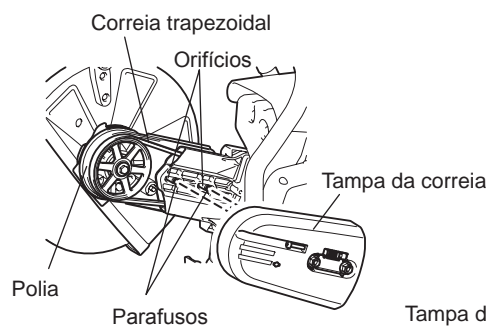

Fig. 6
- (7) Vire o acessório de corte removido, passe o parafuso pelo orifício e instale na direcção B. Instale novamente a correia trapezoidal na polia. (Fig. 6)